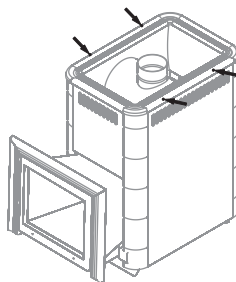

Рисунок 6. Винты для демонтажа рамки конвектора печи «Ангара 2012»
1. Снять рамку конвектора, открутив 4 самореза (рисунок 6)